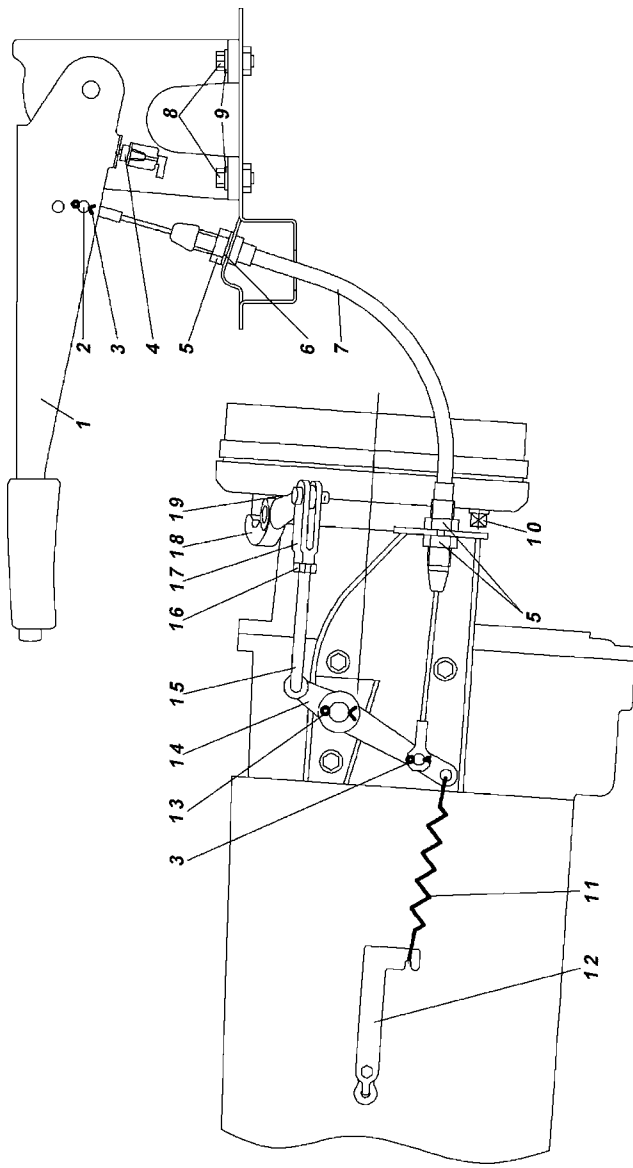

Рис. 9.63. Привод стояночного тормозного механизма для автомобилей с пятиступенчатой коробкой передач:
2. Переместите рычаг стояночного тормоза 1 (рис. 9.63, 9.64) в крайнее нижнее положение.